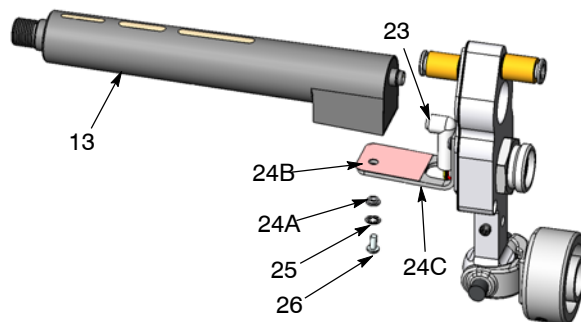

Рис. 32 Замена умножителя
4. См. рис. 32. Вывернуть винт (26) и снять стопорную шайбу (25), а затем снять умножитель (13) с кронштейна (24С).
5. Отсоединить разъем проводки (23) от умножителя.